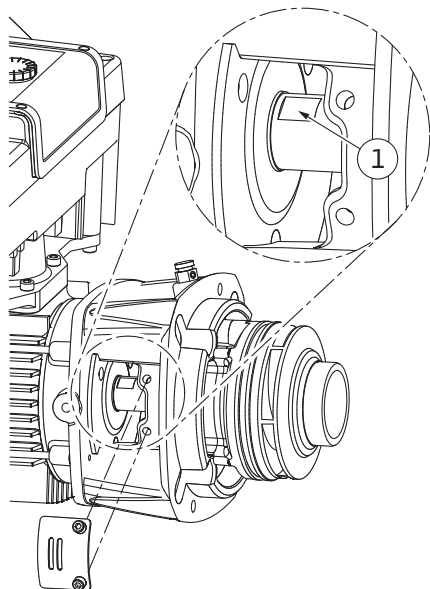

Fig. 106: Kulcsfelületek tengelyen
14. Vezessen egy franciakulcsot (kulcsszélesség: 22 mm) a közdarabablakba, és a kulcsfelületeknél fogva rögzítse a tengelyt (Fig. 106, 1. poz.). Csavarja ki a járókerék anyát (Fig. I, 22. poz.). A járókerék (Fig. I, 21. poz.) lehúzása a tengelyről automatikusan megtörténik.
3. Vezessen egy franciakulcsot (kulcsszélesség: 22 mm) a közdarabablakba, és a kulcsfelületeknél fogva rögzítse a tengelyt (Fig. 106, 1. poz.).
10. Vezessen egy franciakupcsot (kulcsszélesség: 32 mm) a közdarabablakba (Fig. IV, 38. poz.), és a kulcsfelületeknél fogva rögzítse a tengelyt (Fig. 106, 1. poz.). Szerelje fel a járókereket az alátéttel (alátétekkel) és az anyával. Húzza meg az anyát. Vigyázzon, nehogy a csúszógyűrűs tömítés elakadás miatt megsérüljön.